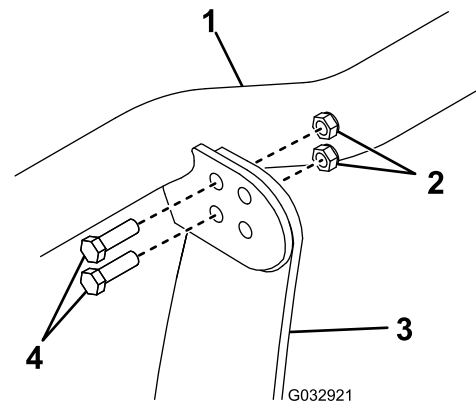

Figura 10
1. Sujete la barra de las luces a la parte superior de la torre de acoplamiento usando los orificios traseros, con 4 pernos (3/8" x 1¼") y tuercas autoblocantes (3/8") (Figura 10). Apriete los pernos a 31 N·m (23 pies-libra).